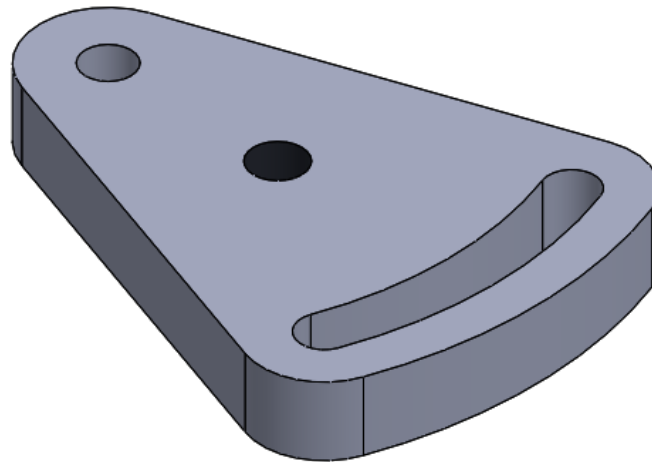

Ilustración 86
Paso 4: Una vez elegidos los parámetros del taladro, se da clic en la pestaña **Posición**, en esta opción se debe elegir donde se quiere el taladro (ver ilustración 85), al finalizar la operación se obtiene la figura deseada (ver ilustración 86).